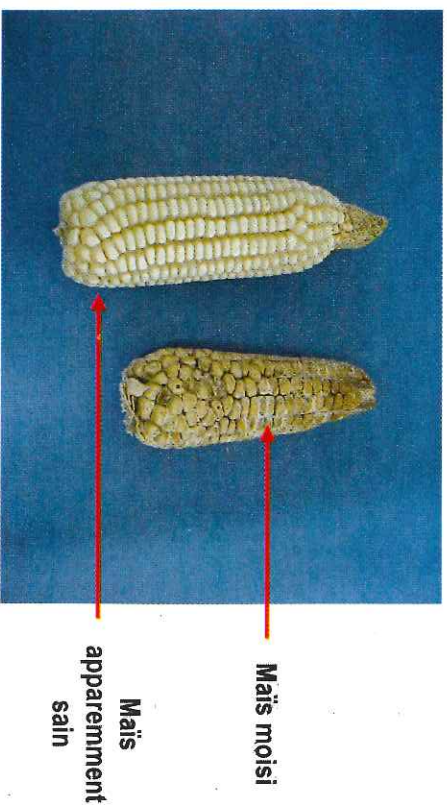

Figure 22.
- **Bien sécher les épis de maïs récoltés :** Le séchage des épis de maïs est obligatoire si l'on veut stocker les grains dans un grenier en terre. En effet, le grenier en terre est une structure fermée, non aérée. Y stocker des grains humides causera la pourriture de ceux-ci et les rendront par conséquent impropres à la consommation (Figure 22). En fait, la teneur en eau des grains de maïs doit être ramenée par le séchage à moins de 15 % et être maintenue ainsi pendant le temps que dure le stockage.